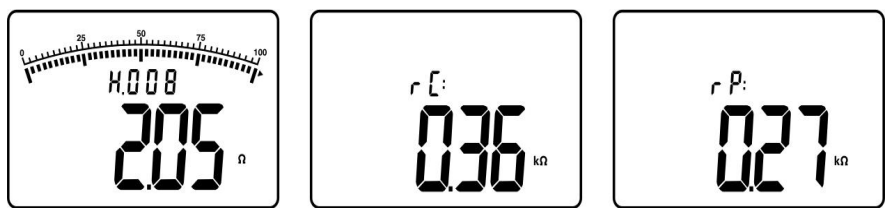

图 10（测试界面）
如图 10，被测试接地电阻值为 $2.05\ \Omega$ ，仪表已存 8 组数据；辅助电流极 C(H) 的接地电阻 rC 为 $0.36\ \text{k}\Omega$ ；辅助电压极 P(S) 的接地电阻值 rP 为 $0.27\ \text{k}\Omega$ 。